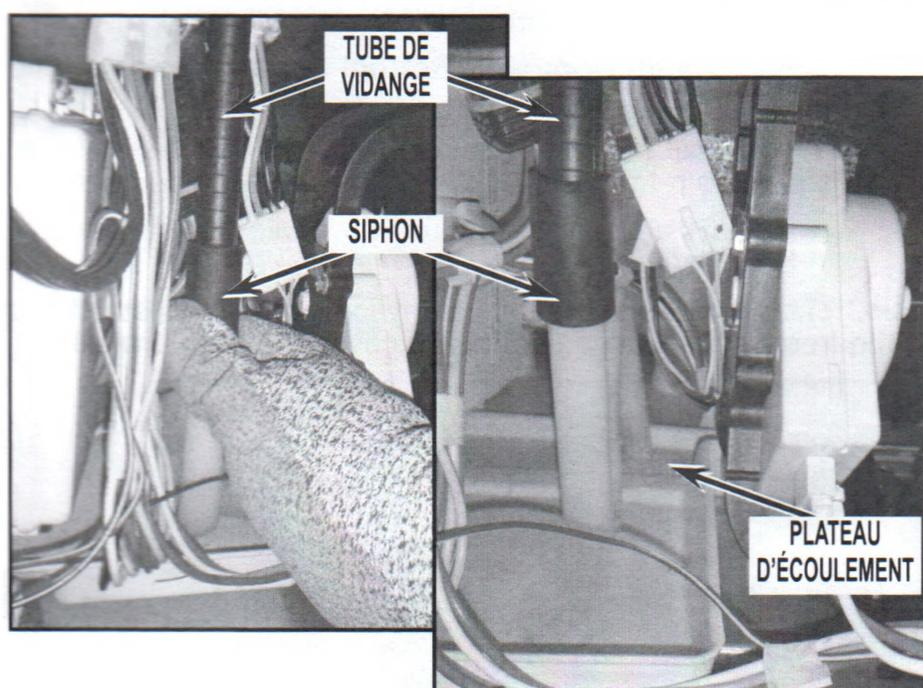

FIGURE 3
- Fixer le siphon au conduit d'évacuation en s'assurant que l'eau coule dans le plateau d'écoulement. Voir la *Figure 3*.